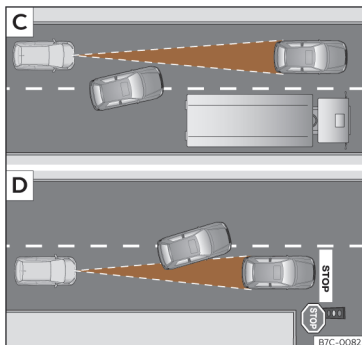

Fig. 158 [C] Mudança de faixa de um veículo. [D] Veículo em circulação e outro parado.
- Veículos que mudem para a faixa na qual circula a pouca distância do veículo >>> **Fig. 158** [C].
O ACC não reage perante veículos detidos. Se, por exemplo, um veículo detetado pelo ACC roda ou se afasta e em frente do mesmo se encontra um veículo parado, o ACC não reagirá face a este último >>> **Fig. 158** [D].